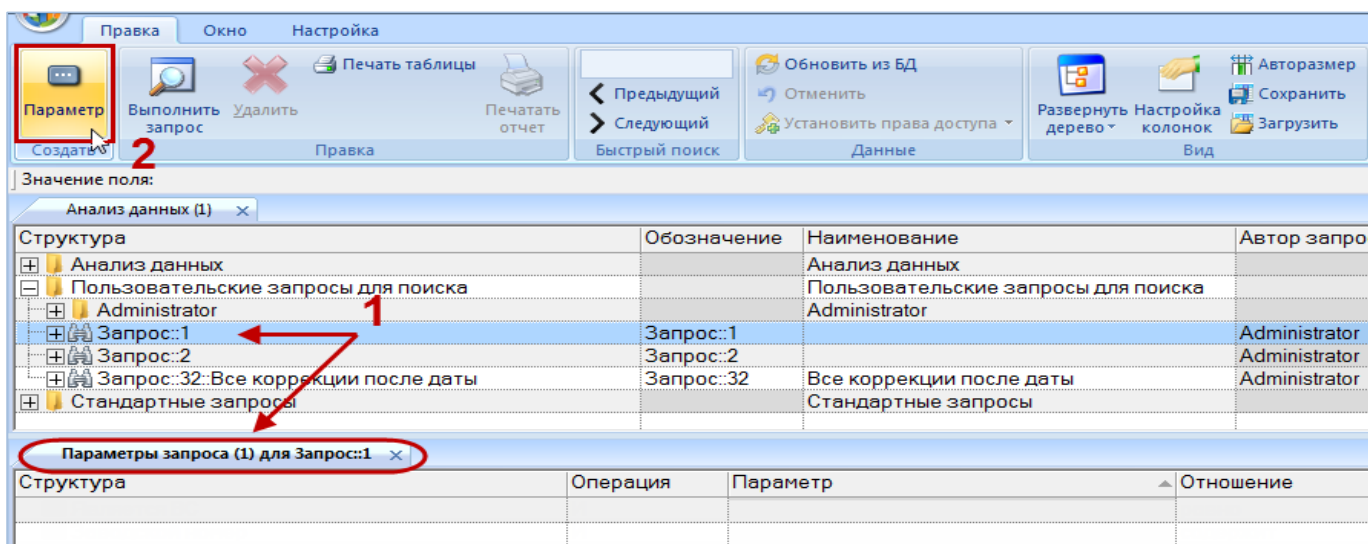

Рис. 7-18 – Создание параметра запроса
3) Перейти в окно связанных объектов «Параметры запроса» и нажать кнопку «Параметр» панели «Создать» (рис. 7-18).